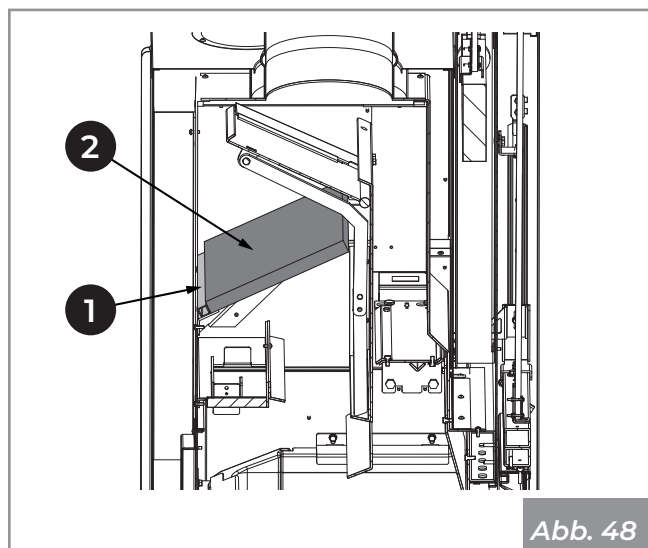

Abb. 48
- 8) Die Platten (2) herausziehen und entfernen (**Abb. 48**).
- 9) Das Distanzstück (1) herausziehen und entfernen.